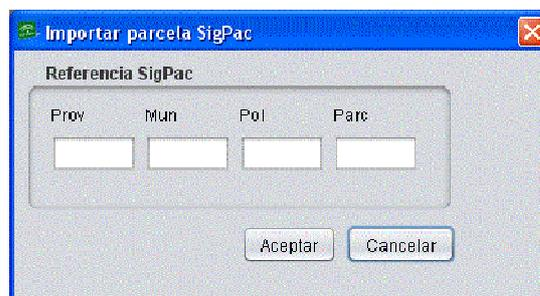

Fig. 150
**Opción 1.** A través del **menú “Declaraciones – Delimitación de superficies - Importar - Parcela Sigpac”**, e introduciendo las referencias Sigpac de la parcela correspondiente (Fig. 150). Al pulsar **“Aceptar”** la parcela con todos sus recintos se incorpora a la explotación de trabajo.